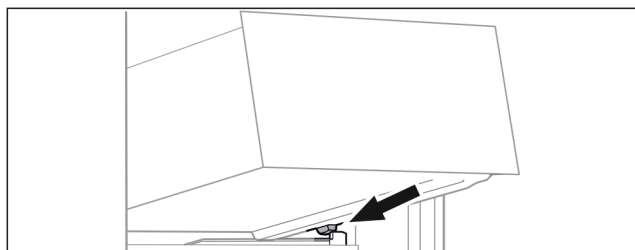

Fig. 83
- Applicare il cassetto inclinandolo dietro i fermi sulla nervatura del contenitore. (vedere Fig. 83)